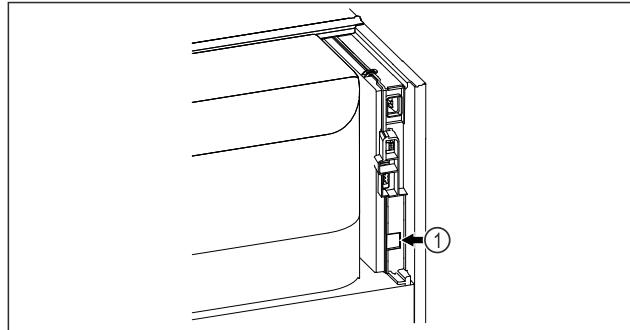

Fig. 47
- SmartModule Fig. 47 (1) este instalat.